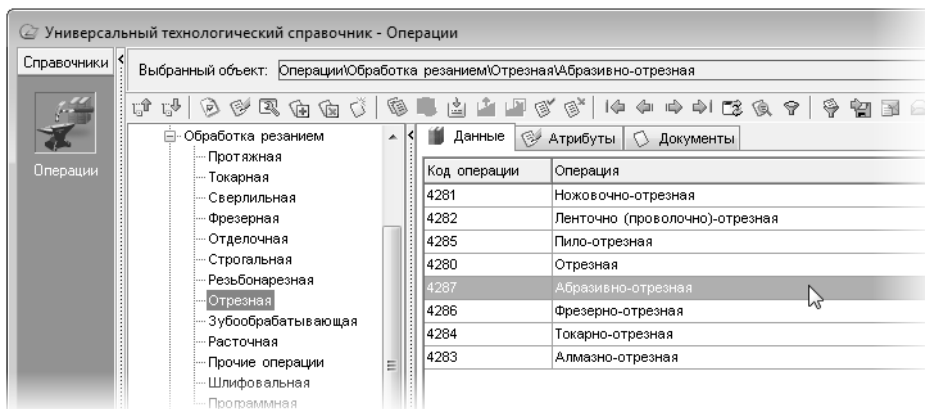

Рис. 2.3.
2. В открывшемся окне справочника операций последовательно выберите *Обработка резанием — Отрезная — Абразивно-отрезная* и нажмите **Применить** (рис. 2.3).